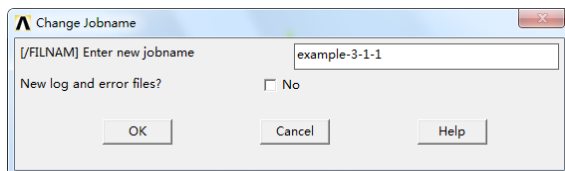

图 3-3 设置新的工作名
① 选择实用菜单 Utility Menu: File > Change Jobname...
② 打开“Change Jobname”对话框，在文本框中键入“actuator”作为新的作业名，然后单击“OK”按钮，如图 3-3 所示。